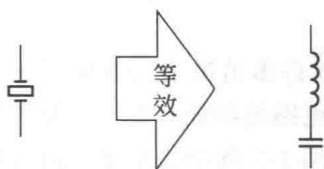

图 1-6 等效电路
① 交流等效电路图 这一等效电路图只画出原电路中与交流信号相关的电路，省去了直流电路，这在分析交流电路时才用到。画交流等效电路时，要将原电路中的耦合电容看成通路，将线圈看成开路。
② 直流等效电路图 此等效电路图只画出原电路与直流相关的电路，在画直流等效电路时，要将原电路中的电容器看成开路，将电感器看成是短路。
③ 元器件等效电路图 对于一些元器件，为了说明它的特性和工作原理，需要画出等效电路。如图 1-6 所示。